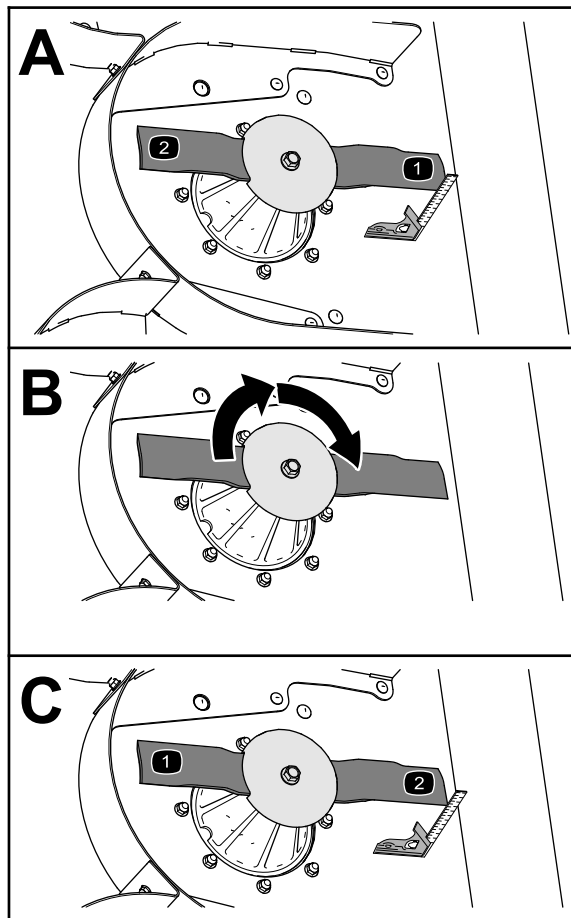

Figure 72
- À l'aide d'une équerre combinée, mesurez la distance entre la surface propre du tablier et la pointe de la lame (Figure 72).
- Tournez la lame à 180° (Figure 72).
- Mesurez la distance entre la surface propre du tablier et la pointe de la lame (Figure 72).